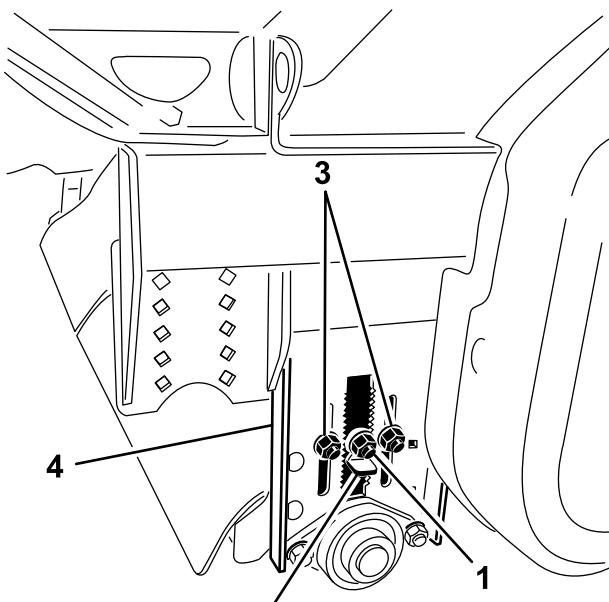

Figura 30
1. Prima di livellare il processore core, accertatevi che la spazzola e l'altezza del rullo posteriore siano regolate all'altezza di taglio corretta (Figura 30). Se il processore core è dotato di una spazzola nuova, consultate la tabella delle regolazioni del rullo posteriore per impostare il rullo posteriore all'altezza corretta di taglio dell'erba.